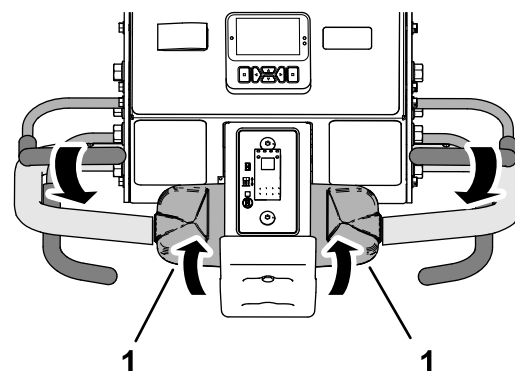

Figura 90
3. Sujetando la barra de control de presencia del operador contra el manillar, gire lentamente la parte superior del control de tracción hacia atrás (Figura 90).